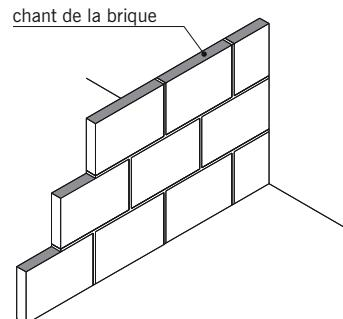

fig. 8.9
■ **Le galandage** : type de cloison réalisée avec de briques posées sur chant (fig. 8.9).